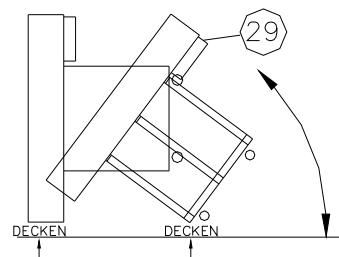

Abb. 2
Der **ShowMaster** darf nur über die hintere Achse der Türfuge gekippt werden. Als hilfreich hat sich als Unterlage eine Decke als Paket am Auflagepunkt erwiesen. Dabei muss der Schalterkasten (29) nach oben zeigen (siehe Abb. 2).
Zum Kippen des **Show Master** beachten Sie bitte die Hinweise auf Seite 6 und Abb.2. Achten Sie bitte sorgfältig darauf, dass beim Transport keine Maschinenteile belastet oder beschädigt werden. Niemals Maschinenteile oder Leitungen als Griffmöglichkeit nutzen!